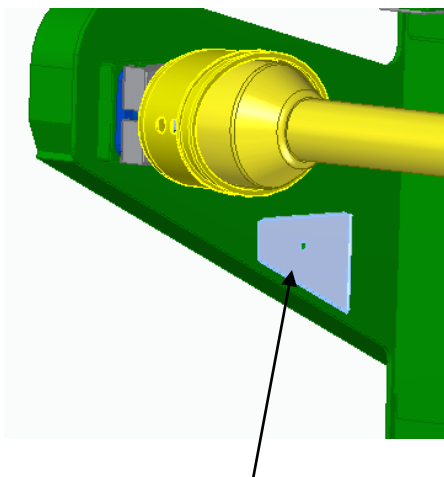

Bild 9. Lucka
- Kedjans sträckning kan kontrolleras genom en lucka vid sidoplåtet (bild 9). Genom luckan kan kedjan även smörjas.